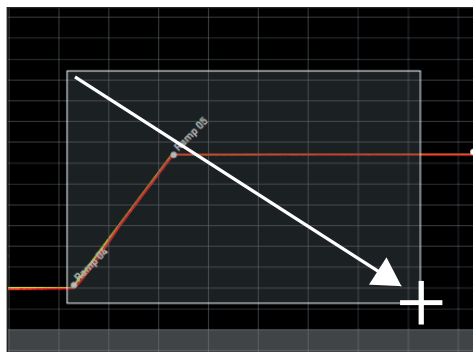

Рис. 9
- ▶ Чтобы показать крупным планом определенный участок, щелкните в определенной точке и перетащите курсор левой кнопкой мыши, чтобы на интересующем участке очертить прямоугольную область, которую необходимо рассмотреть (Рис. 9). Если выбранная область отображается красным, это означает, что участок слишком мал, чтобы его можно было отобразить. В этом случае необходимо увеличивать размеры прямоугольника до тех пор, пока цвет не изменится на светлосерый.